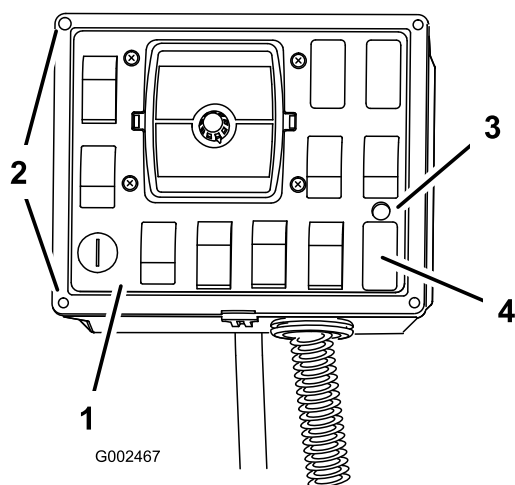

図 19
2. ソニック・ブームのスイッチ・プラグのすぐ上の位置に、インジケータを取り付けるための、直径 0.375 インチの穴を開ける (図 19)。
8. 先ほど取り外して保管しておいたねじ類を使って、前コントロール・パネルのカバーを取り付ける (図 19)。